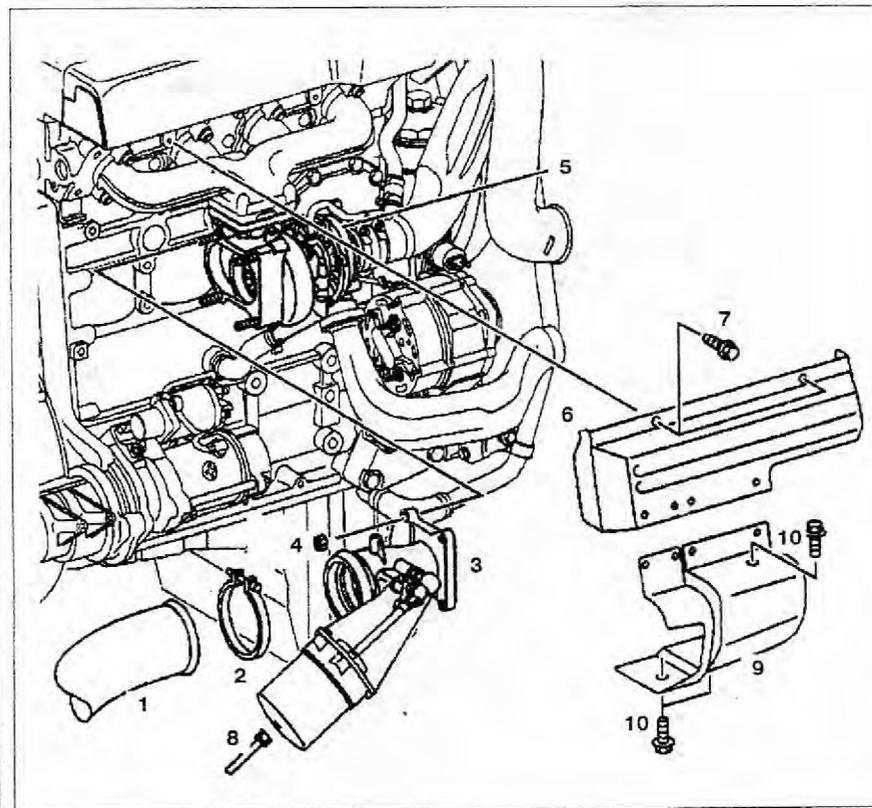

Рис. 3.32. Тормозная заслонка двигателя:
4. Снимите щиток **6** с выпускного коллектора (рис. 3.32).